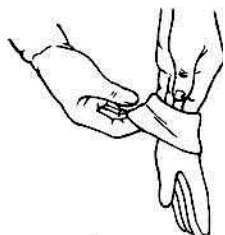
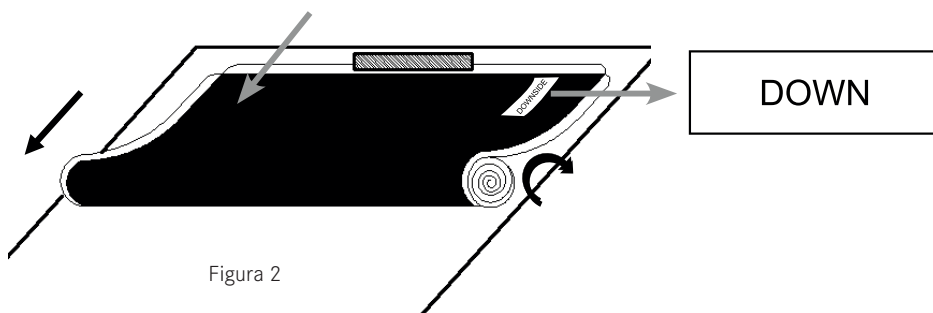

Figura 1
Figura 2
Prima di montare lo schermo (H), indossare i guanti per montaggio in dotazione (G) per evitare di lasciare le impronte, la polvere o il grasso delle mani sulla superficie del materiale (figura 1). Lo schermo (H) è molto delicato e deve pertanto essere maneggiato con molta cura. Fare attenzione a non deformare o piegare il materiale. Se non si rispettano le istruzioni fornite, si rischia di danneggiare in modo permanente il materiale dello schermo, nel qual caso la garanzia non copre i danni.
- ▶ Rimuovere lo schermo (H) dal tubo di imballaggio e posizionarlo con cura su una superficie pulita.
- Ogni persona deve tenere salda un'estremità del rotolo e srotolare lentamente lo schermo in senso orario (figura 2).